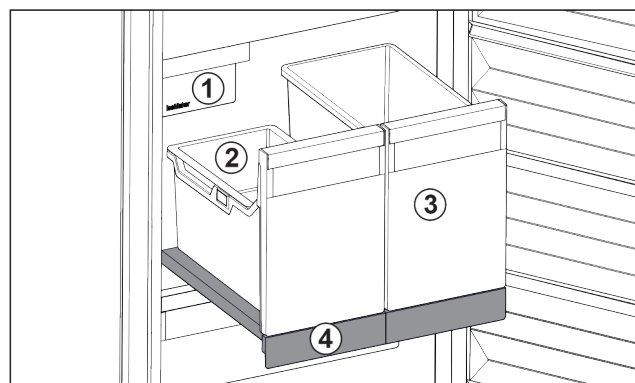

Fig. 137 Vysouvací přihrádka s IceTower
Na vysouvací přihrádce jsou dvě vysoké nádoby (IceTower). V nádobě Fig. 137 (2) se shromažďují a skladují kostky ledu z IceMaker. Nádoba Fig. 137 (3) se hodí pro skladování vysokých potravin jako pizzy nebo alkoholické nápoje.